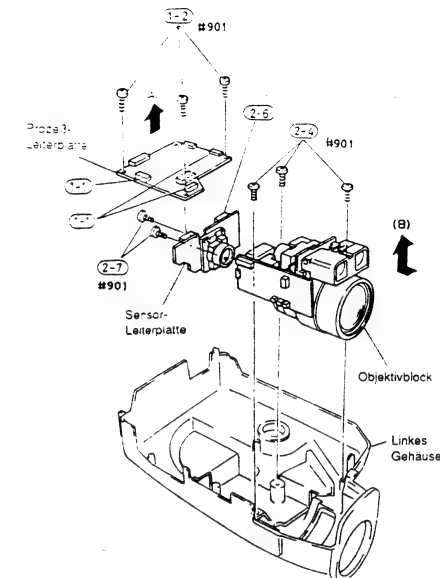

Abb. 2-25
- 1) Zwei (2) Stecker (CN1208, CN1209) und ein (1) Flachkabel (CN1207) von der Prozeß-Leiterplatte abtrennen (siehe Abb. 2-25).
- 2) Drei (3) Befestigungsschrauben der Prozeß-Leiterplatte entfernen.
- 3) Die Prozeß-Leiterplatte in Richtung des Pfeiles (A) entfernen und von der Sensor-Leiterplatte abtrennen. (Die Prozeß-Leiterplatte und die Sensor-Leiterplatte sind über einen Stecker miteinander verbunden.)
(2) Sensor-Leiterplatte, Objektivblock
- 4) Drei (3) Befestigungsschrauben des Objektivblocks entfernen (siehe Abb. 2-25).
- 5) Den Objektivblock und die Sensor-Leiterplatte von dem linken Gehäuse in Richtung des Pfeiles (B) abnehmen.
- 6) Ein (1) Flachkabel (CN1002) von den Sensor-Leiterplatte abtrennen.
- 7) Zwei (2) Befestigungsschrauben der Sensor-Leiterplatte entfernen.